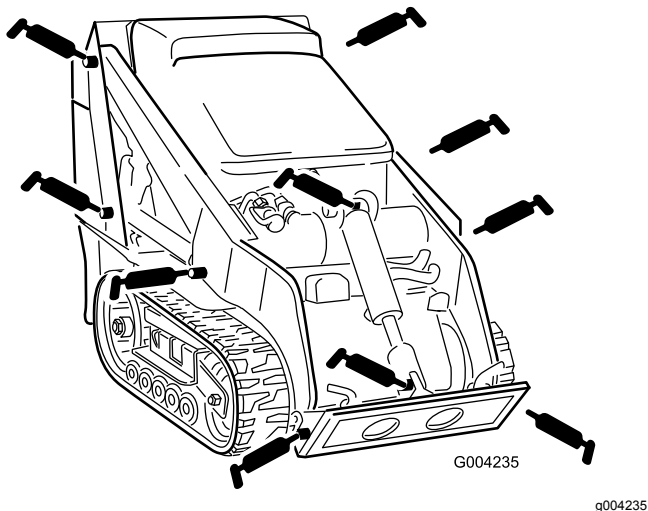
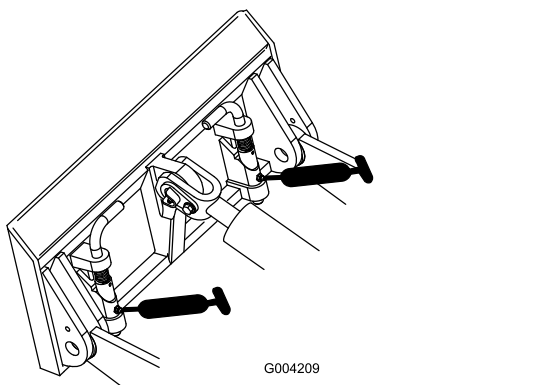

Bild 28
Bild 29
4. Setzen Sie die Fettpresse nacheinander an allen Nippeln an (Bild 28 und Bild 29).